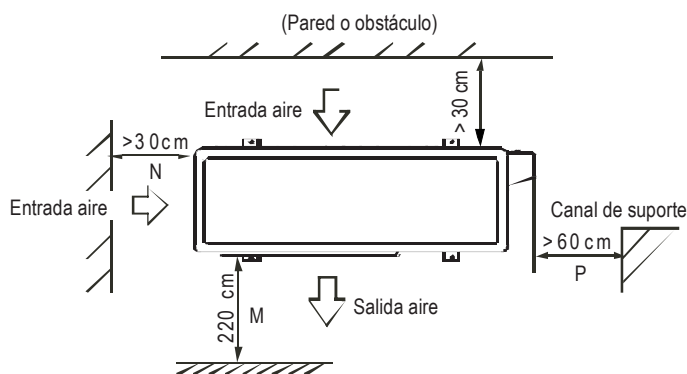

Fig. 6-5
- La distancia mínima entre la unidad exterior y los obstáculos descritos arriba no es válida para lugares herméticos o cerrados. Dejar libres por lo menos 2 de las 3 direcciones indicadas en la Fig. 6-5.